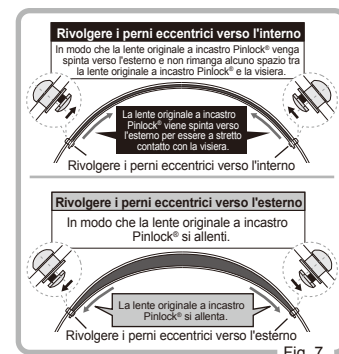

Fig. 7
- 2 Regolare i perni eccentrici facendoli ruotare con uno strumento. (Fig. 7)